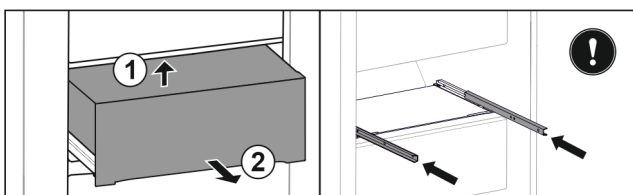

Fig. 139
- ▶ Schubfach von unten hinten anheben. Fig. 139 (1)
- ▶ Schubfach nach vorne entnehmen. Fig. 139 (2)